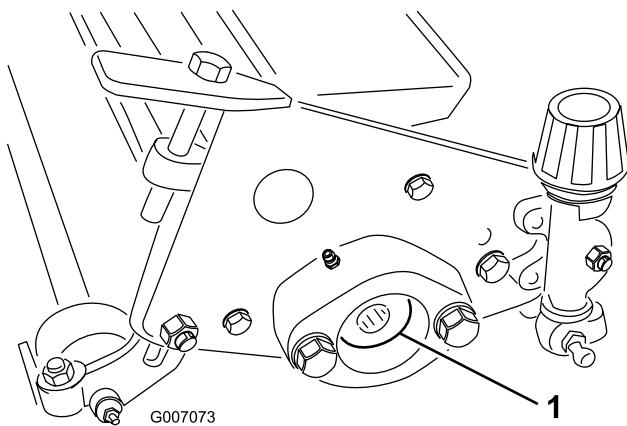

Figura 12
1. Afloje los (2) tornillos y arandelas que aseguran el contrapeso al extremo de la unidad escarificadora. Retire el contrapeso.
3. Retire los 2 tornillos y arandelas de bloqueo que aseguran los alojamientos de los cojinetes del molinete a cada extremo de la unidad escarificadora (Figura 12)